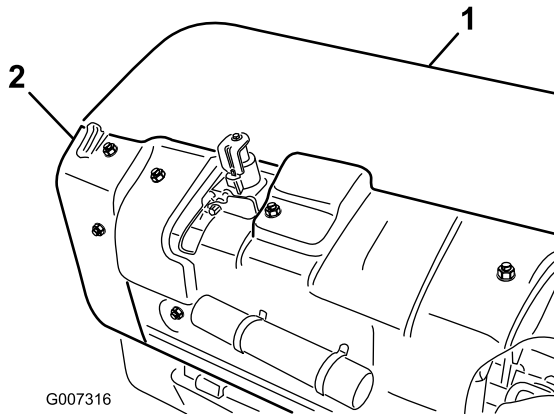

**Figura 32**
1. Verifique a tensão adequada da correia ao comprimir a mola intermediária para um comprimento de 146 mm; consulte a Figura 32.